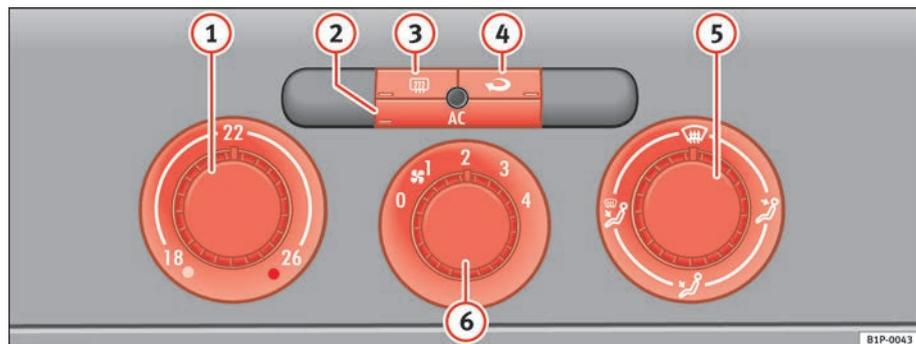

Fig. 108 Sur le tableau de bord : éléments de commande du Climatic
- Les régulateurs ⇒ fig. 108 ① et ⑤ et la commande ⑥ permettent de régler la température, la distribution de l'air et la vitesse de la soufflante.
- Appuyez sur l'une des touches ②, ③ ou ④ pour activer ou désactiver la fonction correspondante. Quand la fonction est active, le rectangle situé sur le coin inférieur de la touche s'allume.
- ① Régulateur de température ⇒ page 153
② Touche **AC** – Allumer éteindre le système de réfrigération ⇒ page 153
- ③ Touche – Dégivrage glace AR Environ 20 minutes après son activation, le dégivrage s'arrête automatiquement. Vous pouvez la désactiver plus tôt en appuyant sur la touche
- ④ Touche – Recyclage de l'air ⇒ page 155
- ⑤ Régulateur de répartition de l'air ⇒ page 153
- ⑥ Commande de soufflante. Le débit d'air peut être réglé sur quatre vitesses. Lorsque le véhicule roule lentement, laissez toujours tourner la soufflante à petite vitesse. ▶
- Mettez le climatiseur en marche à l'aide de la touche ⇒ page 152, fig. 108 .